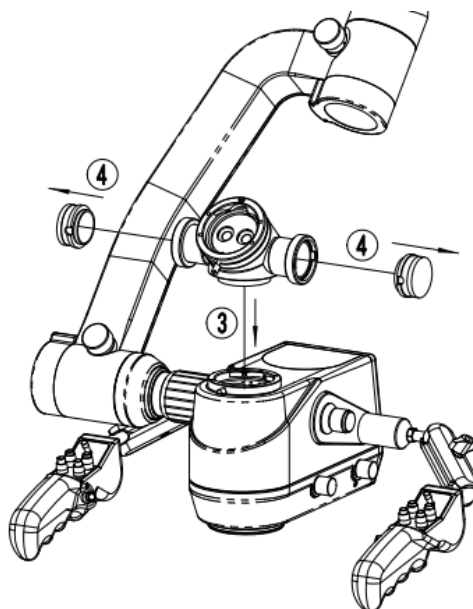

Рис. 5. Схема установки расщепителя луча
(2) Установка расщепителя луча (см. рис. 5)
③ Достаньте из извлеченного ящика с головкой расщепитель луча, как показано ниже, с помощью отвертки извлеките крепежные винты из корпуса головки, после чего вставьте расщепитель луча в корпус головки над соединительным кольцом, следя за тем, чтобы верхний и нижний цилиндр совпадали; затем затяните крепежные винты; после этого установка будет завершена.
④ Поверните резьбовые кольца на обеих сторонах и снимите концевые колпачки на обеих сторонах расщепителя луча.